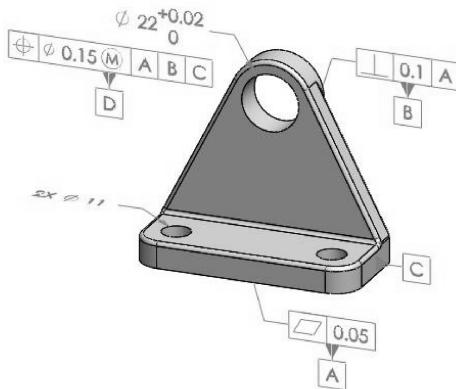

图 5-57 观察支架零件标注情况
- 同理，再单独打开支架零件，观察其尺寸标注情况，如图 5-57 所示。